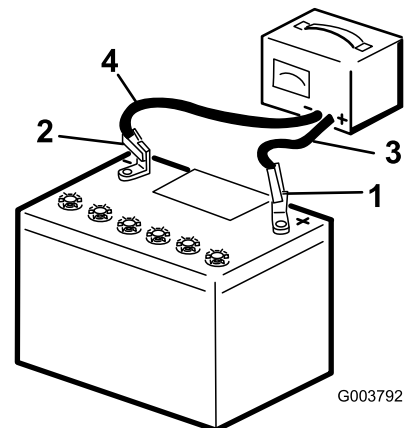

Bild 97
5. Schließen Sie das Pluskabel des Batterieladegeräts an den Pluspol der Batterie an (Bild 97).
6. Schließen Sie das Minuskabel des Batterieladegeräts an den Minuspol der Batterie an (Bild 97).
8. Schließen Sie das Ladegerät von der Stromquelle ab, wenn die Batterie ganz aufgeladen ist. Klemmen Sie dann die Ladegerätkabel von den Batteriepolen ab (Bild 97).